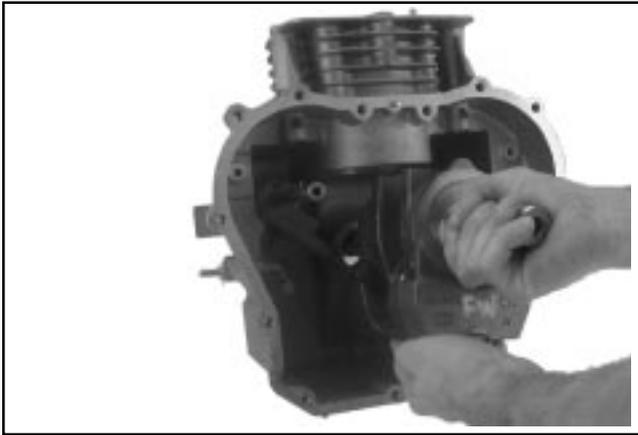

Figure 10-14. Installation du vilebrequin.
3. Installer prudemment le vilebrequin dans le carter à travers le joint de transmission. Tourner le vilebrequin de sorte que le tourillon de la bielle soit loin du cylindre. Voir la Figure 10-14.